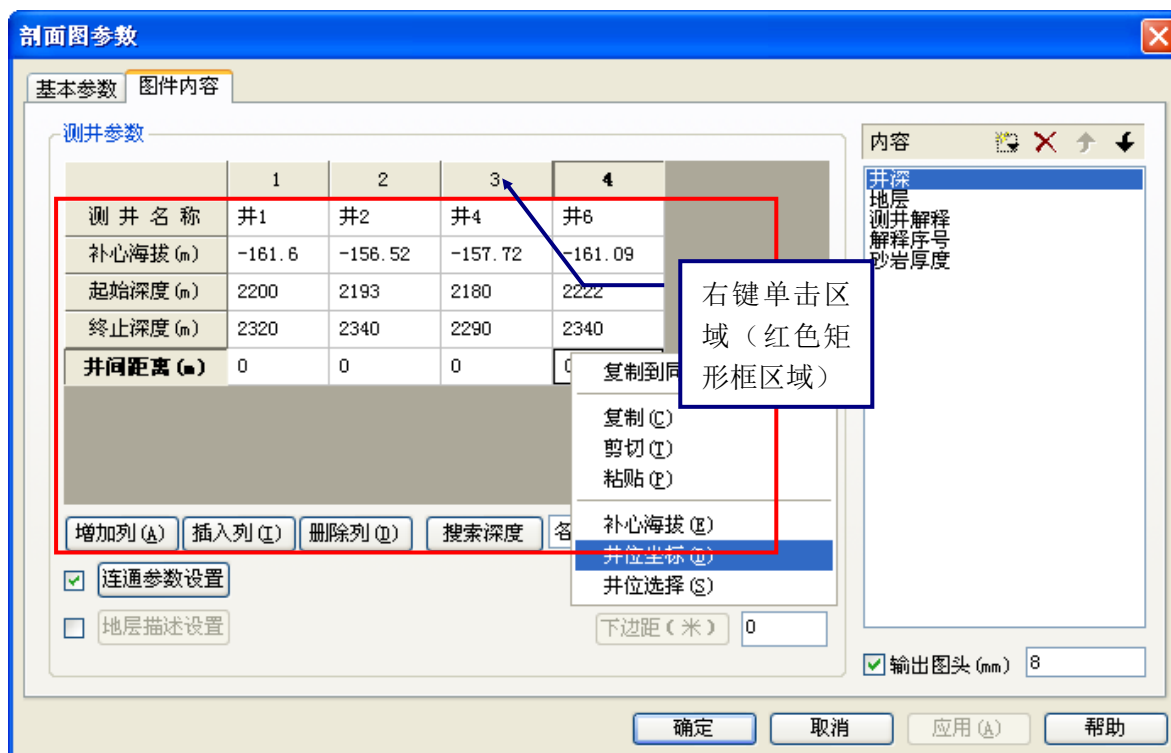

图 78
- a. 在测井参数区域内（红色矩形框）单击右键，在弹出的菜单中选择井位坐标(D)。（如图 78）